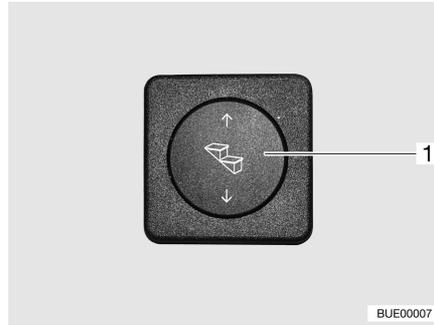

Fig. 2 Commutateur de commande du marchepied
**Sortir :** ■ Appuyer sur le commutateur à bascule (Fig. 2,1) vers le bas jusqu'à ce que le marchepied soit entièrement sorti.
**Ressortir :** ■ Appuyer sur le commutateur à bascule (Fig. 2,1) vers le haut jusqu'à ce que le marchepied soit entièrement ressorti.